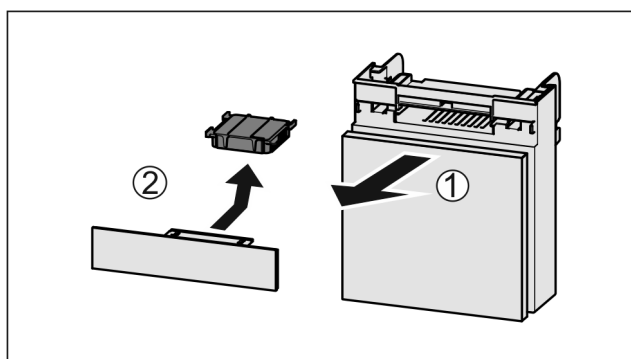

Fig. 146
- ▶ Потягніть Fig. 146 (1) відділення вперед.
- ▶ Витягнути Fig. 146 (2) фільтр з активованого вугілля.